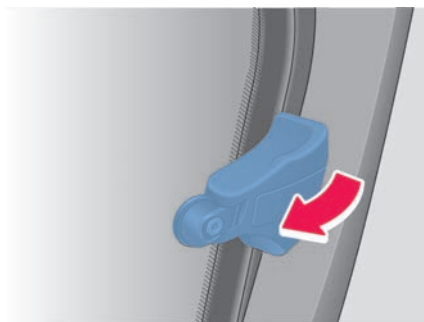

Abb. 49 In den hinteren Türen: Ausstellfenster öffnen.
1. *Öffnen:* Verriegelungshebel in Pfeilrichtung ziehen → **Abb. 49**.
3. *Schließen:* Verriegelungshebel nach innen ziehen → **Abb. 49 1**.
4. Verriegelungshebel nach hinten drücken → **Abb. 49 2**, bis er